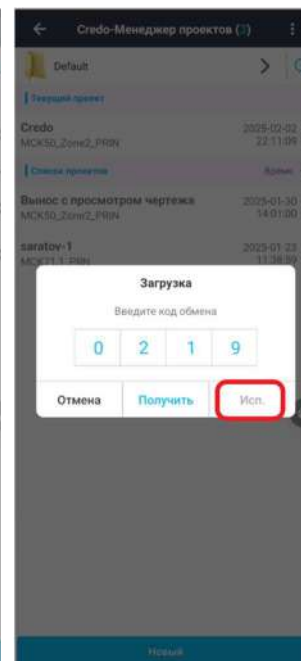

Рисунок 2.2.15
- ☛ Нажмите **Получить** (Рисунок 2.2.15).